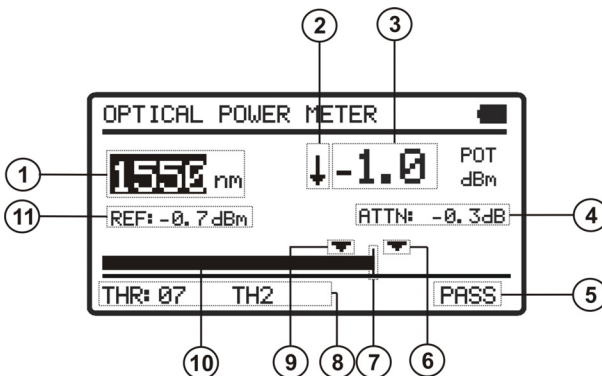

Figure 8.- Écran **OPTICAL POWER METER**.
- 3.- Appuyez sur **SEL**  [4] ou **CONFIG**  [2] pour entrer à l'écran (voir figure 8).